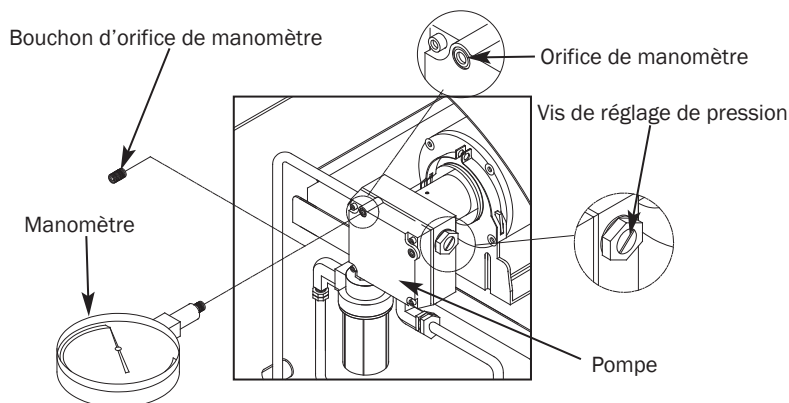

Figure 24 – Réglage de la pression de la pompe
- Déposer le filtre à combustible, le joint d'étanchéité, l'aimant de la partie inférieure du filtre (voir la Figure 24).
- Installer le manomètre dans l'orifice (voir la Figure 24).